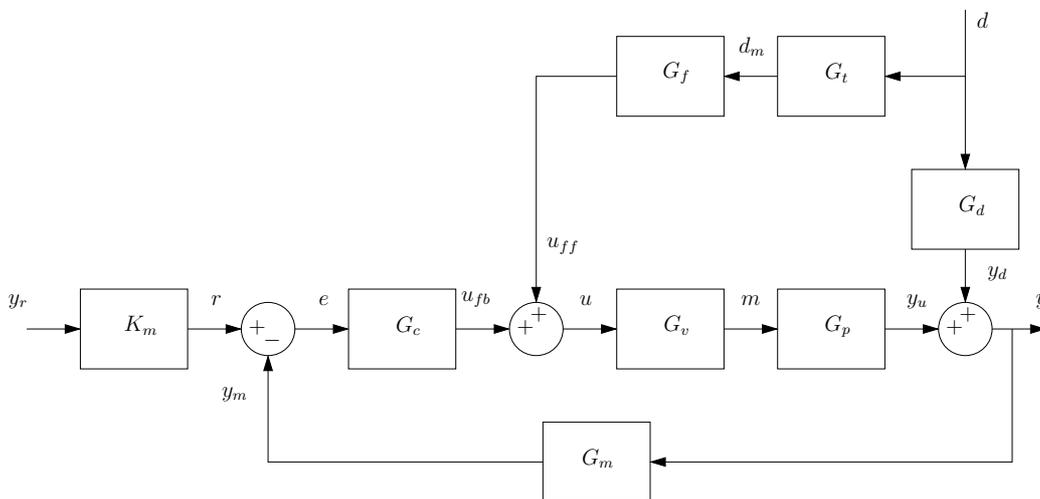

Figura 3: Sistema em malha fechada com controle de realimentação/ antecipatório.
2. (1.5 pontos) O sistema em malha fechada da Figura 3 tem as seguintes funções de transferência
- (d) Simule a resposta em malha fechada para um degrau unitário na variável de distúrbio d usando somente o controle antecipatório projetado no item (2a). Repita para o item (2b).
- (e) Repita o item (2d) para o esquema de controle de realimentação e antecipatório da Figura 3 com o controle projetado no item (2a)-(2c). Repita para o controle projetado no item (2b)-(2c).